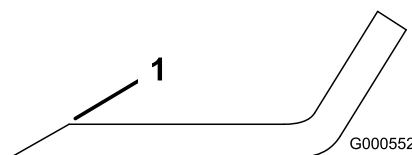

Figure 62
1. Au moyen d'une lime, aiguissez les tranchants aux deux extrémités de la lame (Figure 62).
Remarque: Si la lame est déséquilibrée, limez un peu l'extrémité de la partie relevée seulement (Figure 62).